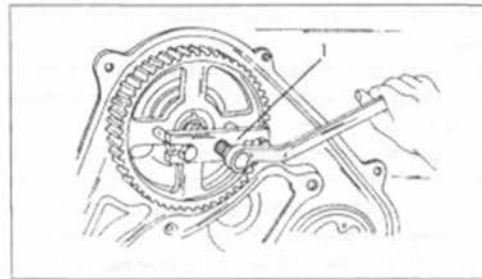

Рис.38.
- Съемником вынуть ведущее колесо топливного насоса высокого давления, подобно тому, как это показано для распределительного вала на рис. 38.
двухкулачковым съемником, который ввинчивается в резьбовое отверстие приводного колеса подобно тому, как это показано на рис.38.